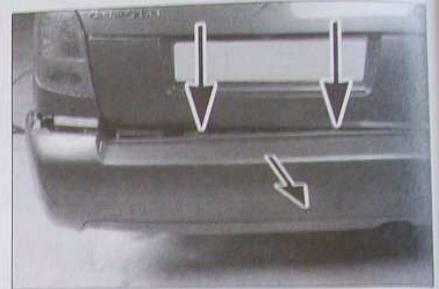

FIG.48
- Décliper le bouclier au niveau du volet (Fig.48).